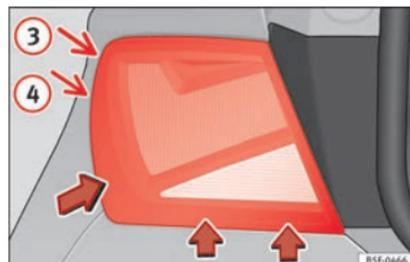

Fig. 218 Desmontar la unidad de luz trasera en la aleta.
- Bascule el piloto en la dirección de las flechas hasta que salga de su alojamiento (posiciones ③ y ④) » fig. 218.